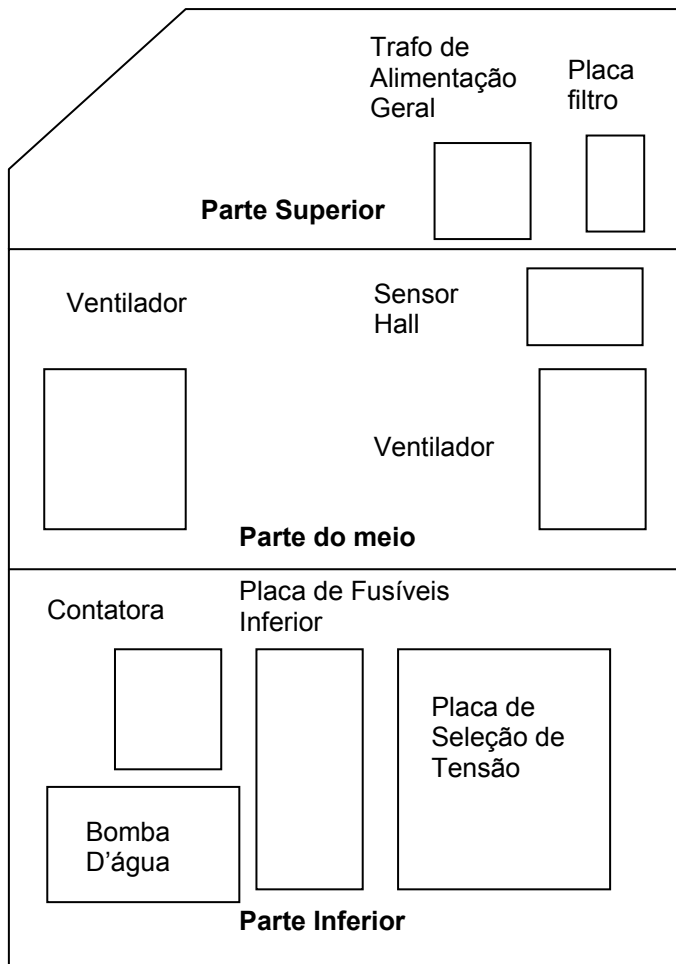
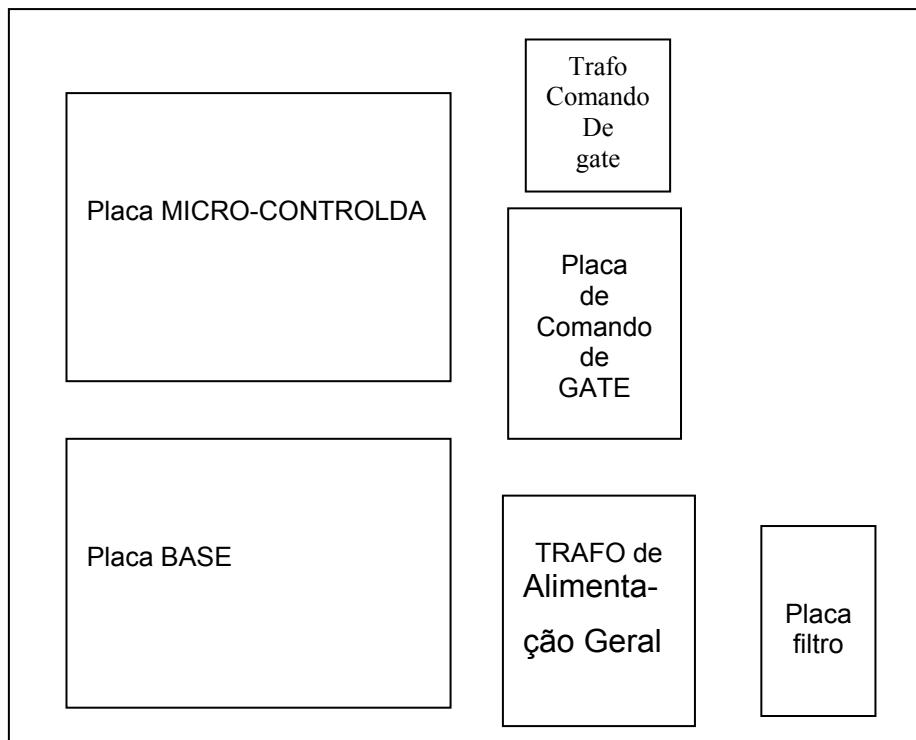

Fig. 1 – Vista da lateral direita da DIGITEC450.
Fig. 3 – Vista de cima dos circuitos eletrônicos da parte superior.
necessário retirar-se a lateral direita da DIGITEC (fig. 1), e observar se as ligações na placa de seleção de tensão da fig. 12, item 4.2, estão configuradas de acordo com a tensão da rede.
A fig. 11 do item 4.1 mostra um esquema geral das ligações elétrica entre todas as placas dos circuitos eletrônicos. A fig.1 e a fig. 3 mostram a localização dessas placas.